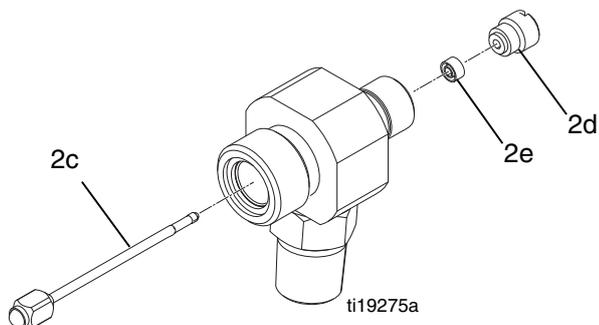

FIG. 10
7. Rimuovere l'ago (2c). Svitare la guarnizione di ritenuta (2d) e rimuovere la guarnizione (2e). Vedere la FIG. 10.